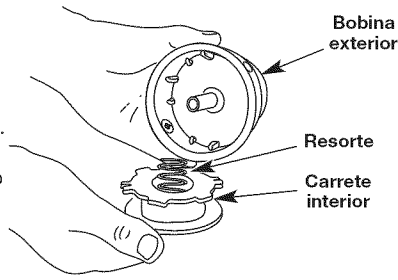

Fig. 14
2. Saque el carrete interior de la bobina exterior (Fig. 14).
3. Saque el resorte del carrete interior (Fig. 14).
- Saque el carrete interior viejo de la bobina exterior (Fig. 14).
- Saque el resorte del carrete interior viejo (Fig. 14).